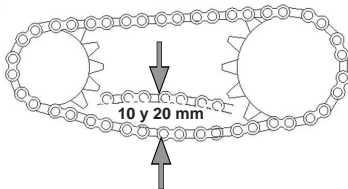

imagen 33. holgura de la cadena
2. Mover la cadena con la mano hacia arriba y hacia abajo para revisar que su holgura esté entre 10 y 20 mm. Ver imagen 33.